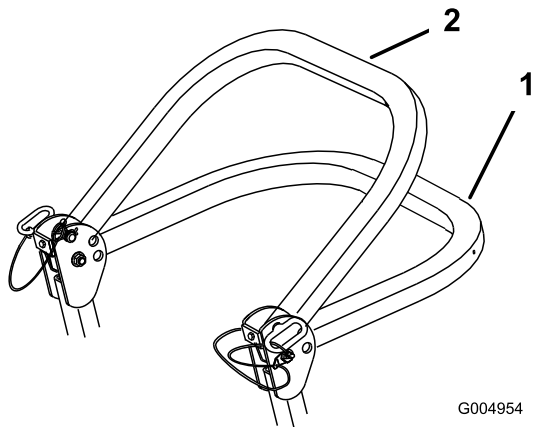

Figure 7
2. Abaissez l'arceau de sécurité à la position la plus basse. La position abaissée est à deux niveaux (voir Figure 7).